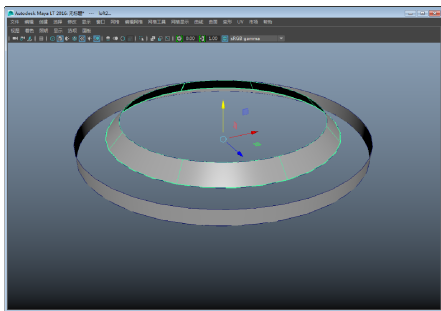

图 3-116 创建曲面
- 5 框选两个圆，执行【曲面】|【放样】命令，将其形成一个曲面，如图 3-116 所示。